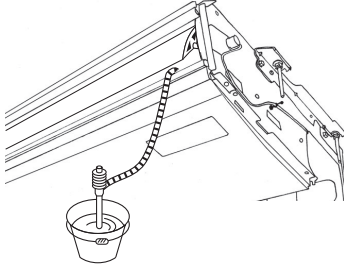

Fig. 5-3
1. Üniteyle birlikte verilen ek yeri soketini ⑤, ünite üzerindeki drenaj deliğine vinil klorit yapıştırıcıyla tespit edin.
2. Üniteyle birlikte verilen soket kapağını ⑥ ek yeri soketine ⑤ tespit edin.
3. Saha drenaj borularını (VP-20), vinil klorit yapıştırıcıyla ek yeri soketine ⑤ tespit edin.
4. Üniteyle birlikte verilen drenaj borusu kapağını ⑦ sarın. (Dış yeri bantlaması)
- Ⓒ Soket kapağı ⑥
- Ⓓ Ek yeri soketi ⑤
- Ⓔ Drenaj borusu kapağı ⑦
5. Drenajın doğru olup olmadığını kontrol edin. (Fig. 5-3)